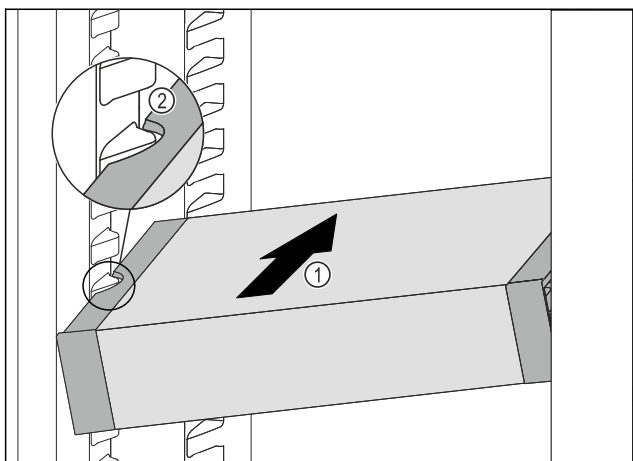

Fig. 45
- ▶ Вкарайте VarioSafe под ъгъл в хладилната част Fig. 45 (1), докато страничните прорези Fig. 45 (2) на VarioSafe се намират на височината на ребро на съда в хладилната част.